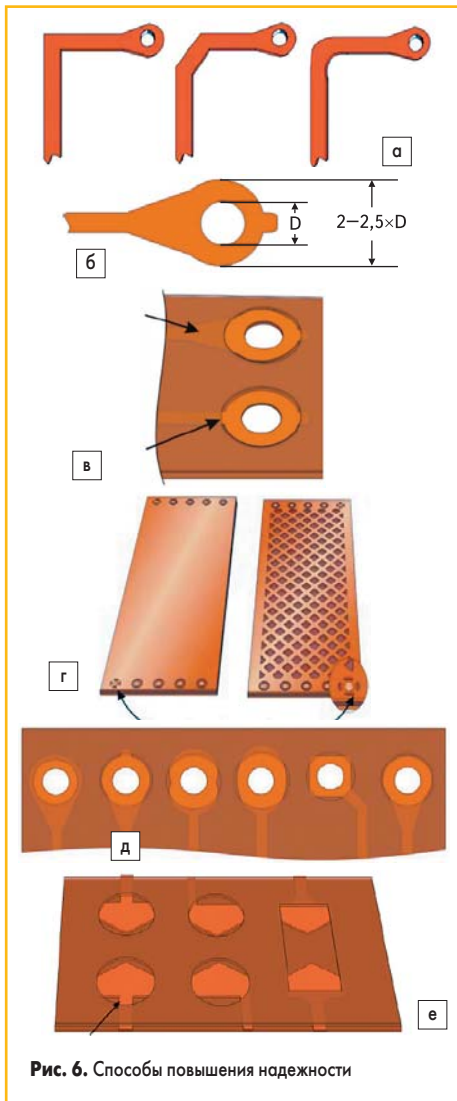

Рис. 6. Способы повышения надежности
- скруглять проводники (рис. 6а);
- делать «капельки» около штыревых площадок (рис. 6б, в);
- полигон заполнять сеткой (рис. 6г);
- фиксировать площадки полиимидом (рис. 6д);
- укреплять подсоединения проводников к планарным площадкам (рис. 6е).
Эти рекомендации проиллюстрированы на рис. 6 и не требуют особых пояснений.